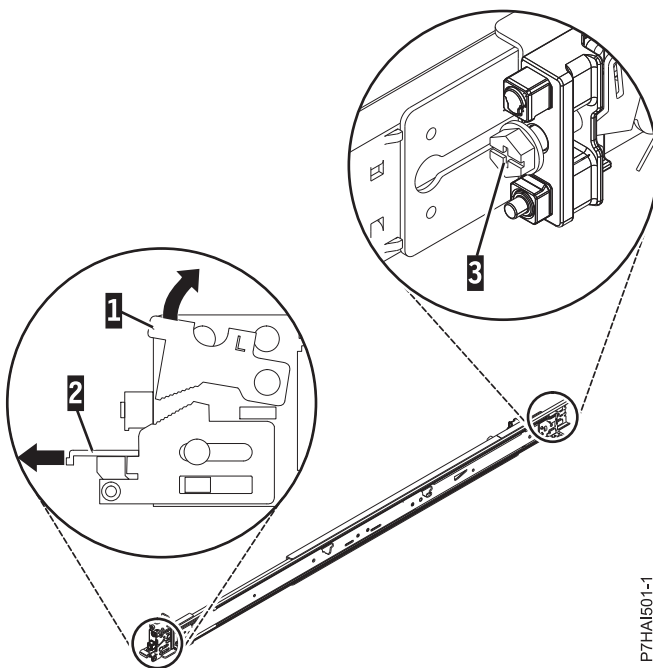

図 19. 前部ラッチを開いて後部のねじを取り外す
2. 前面のロックング・タブ **(1)** を押し上げて、レールの前部にある前面ラッチ **(2)** を引き出します。次に、レール **(3)** の後部からねじを取り外します。詳しくは、図 19を参照してください。